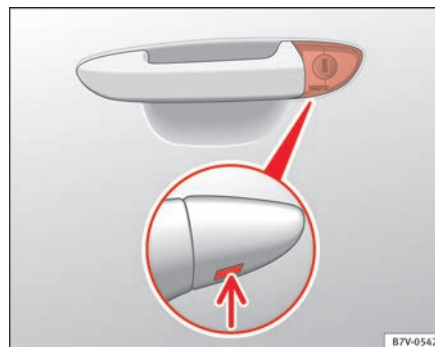

Fig. 188 Maneta de la puerta del conductor: Bombín de cierre oculto.
- Introduzca el paletón en la abertura de la tapa de la maneta de la puerta del conductor desde abajo ⇒ fig. 188 (flecha) y retire la tapa de abajo hacia arriba.